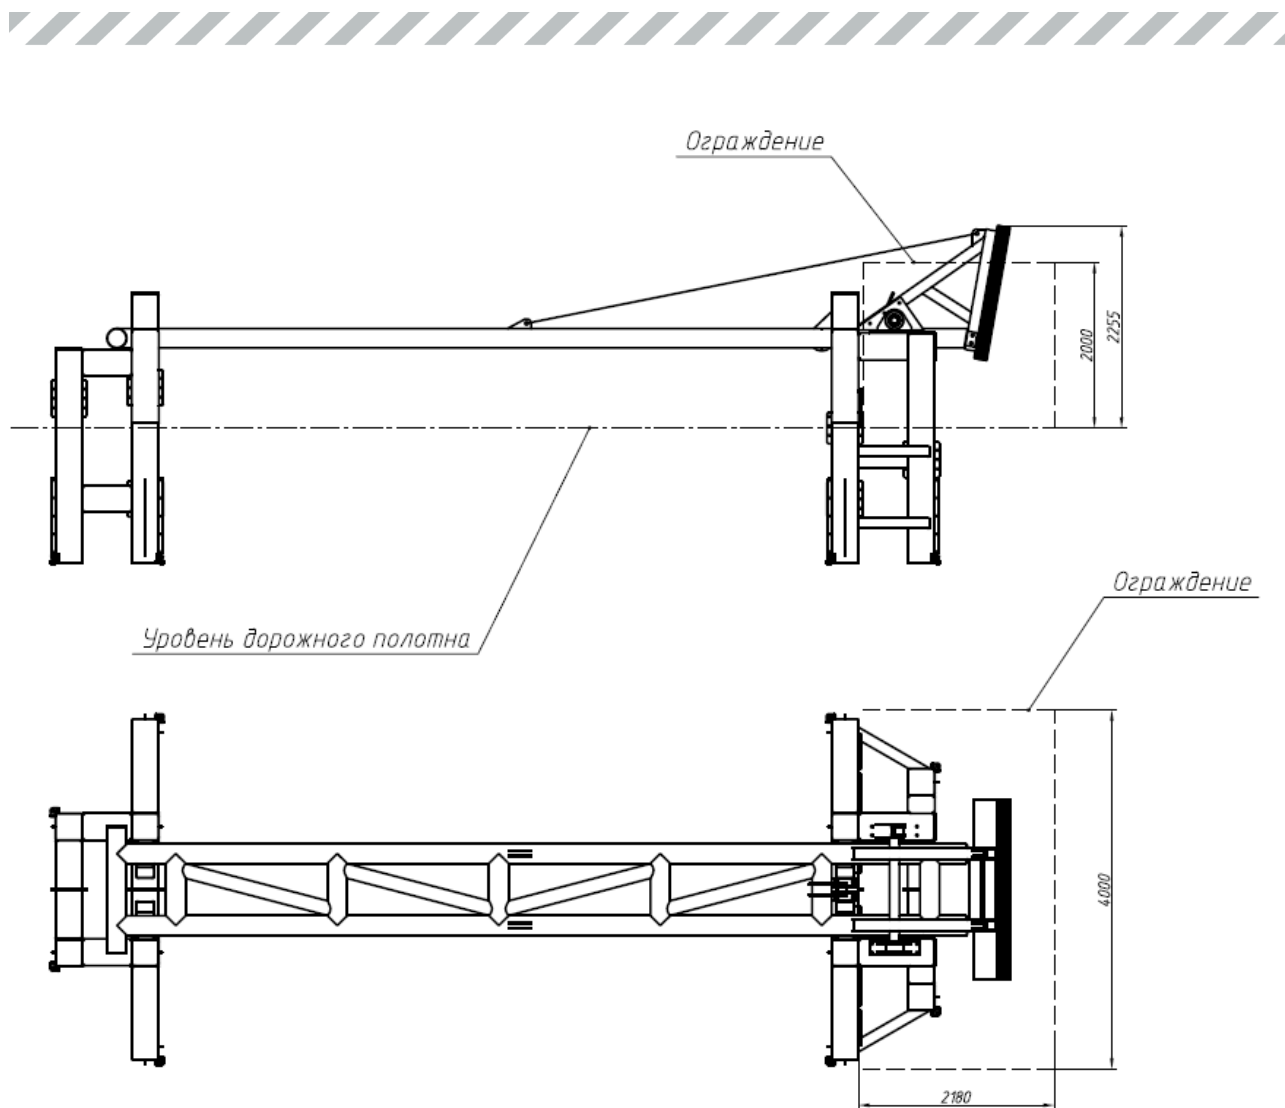

рис.13
2.16 В случае, если в зоне движения противовеса могут оказаться люди или животные, необходимо выполнить защитное ограждение с мелкой ячейкой, исключающей проникновение животных в зону движения противовеса (показано пунктирной линией) (рис.13).